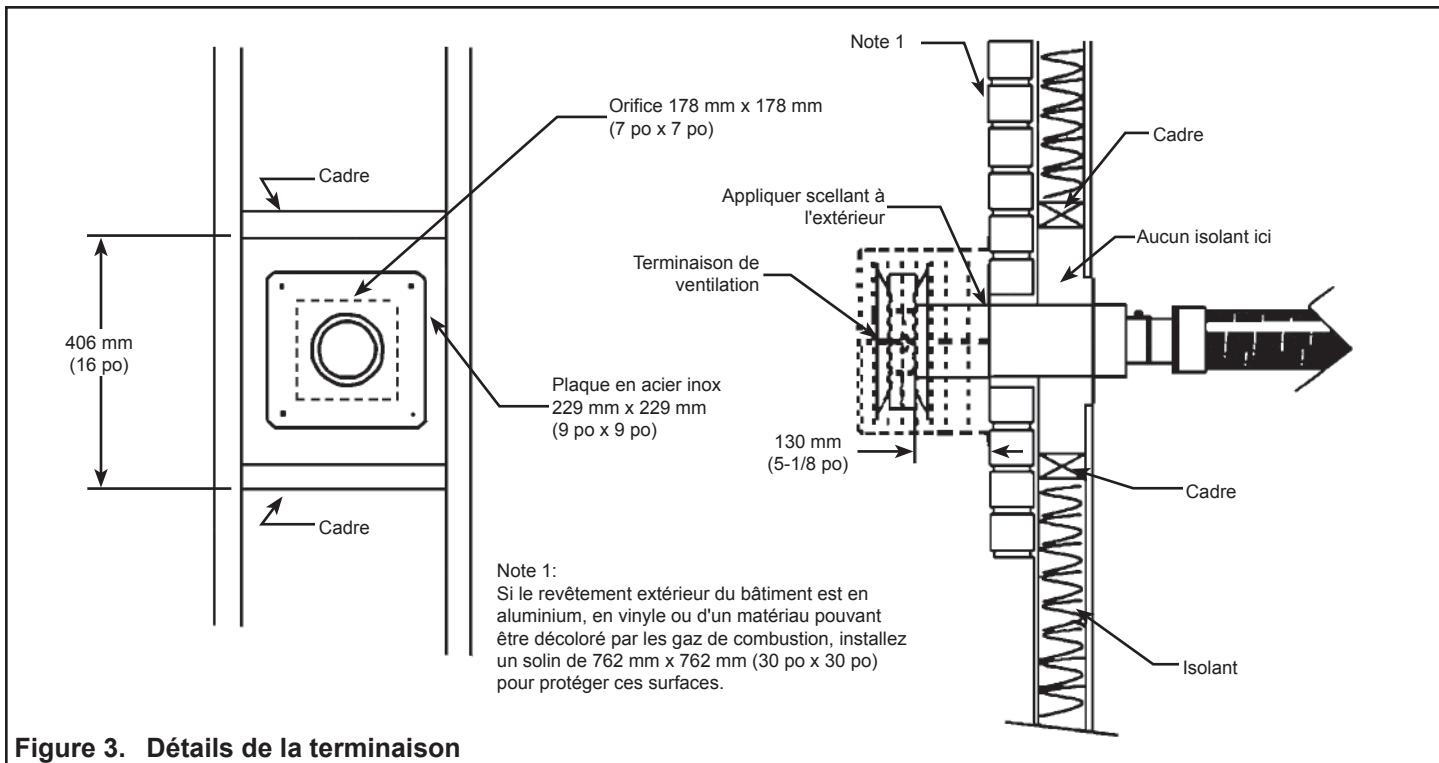

Figure 3. Détails de la terminaison
La terminaison de ventilation doit être positionnée au-dessus de la limite de neige. Le positionnement de la terminaison de ventilation doit aussi respecter les exigences du "**Code d'installation des appareils de combustion au mazout**" **B139-M91** (voir aussi Figure 3).
1. Percez un découpez une ouverture dans le mur extérieur et fixez la terminaison de ventilation comme illustré à la Figure 3.
5. Respectez les distances de dégagement des matières combustibles, comme indiqué au Figure 3. **Note:** si le conduit de ventilation flexible passe à proximité des solives du plancher, utilisez les espaces fournis pour maintenir les distances de dégagement minimales.